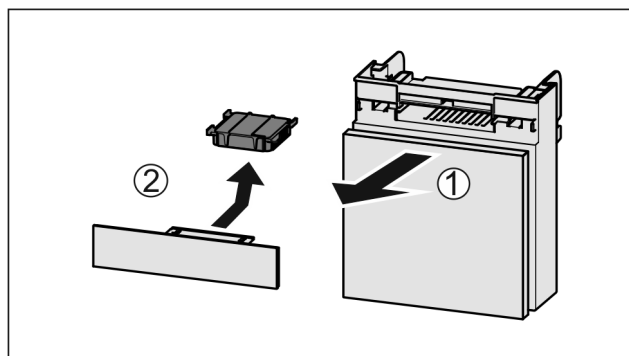

Fig. 67
- ▶ Zásuvku vytáhněte dopředu Fig. 67 (1).
- ▶ Filtr s aktivním uhlím vyjměte Fig. 67 (2).